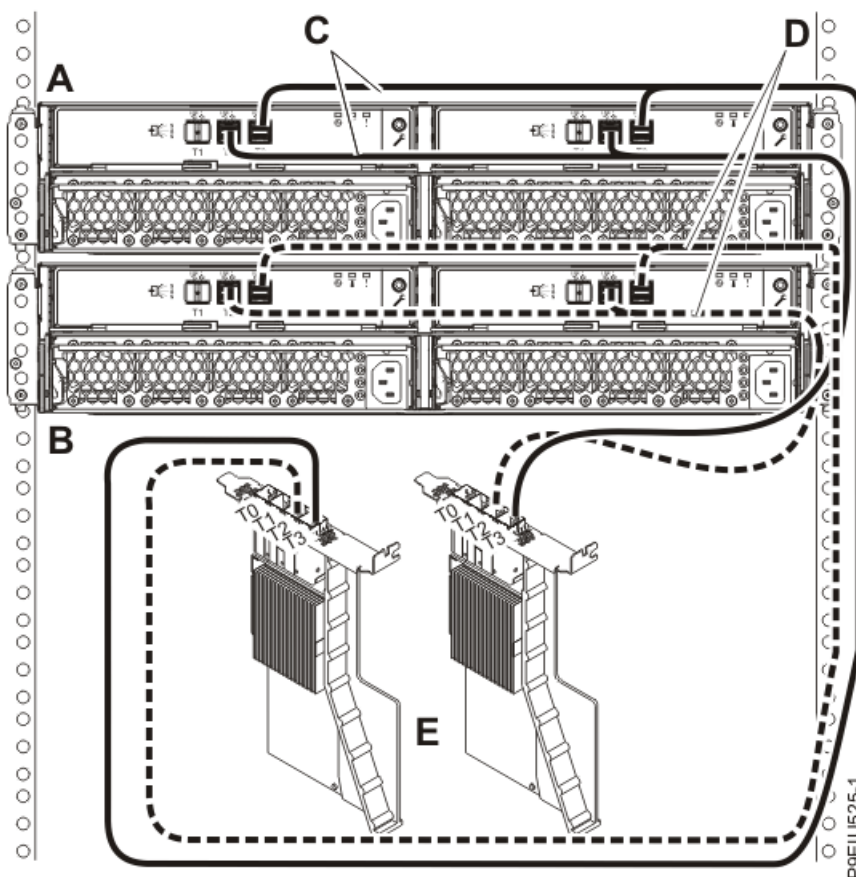

図 21. 4本の Y012 ケーブルを使用した、9040-MR9 システム内の PCIe スロット C09 および C12 にある 2つの FC EJ0K SAS アダプターへの 2 台の ESLL ストレージ・エンクロージャーまたは ESLS ストレージ・エンクロージャーのモード 2 接続
21. 27 ページの図 21 に示すように、4 本の YO12 ケーブル (B) を使用した、9040-MR9 システム内の PCIe スロット C09 および C12 にある 2 つの独立 FC EJ0K アダプター (C) への 2 台のエンクロージャー (A) のモード 2 接続を行います。次に、30 ページの『ケーブルと電源コードの接続およびカバーの取り付け』に進みます。